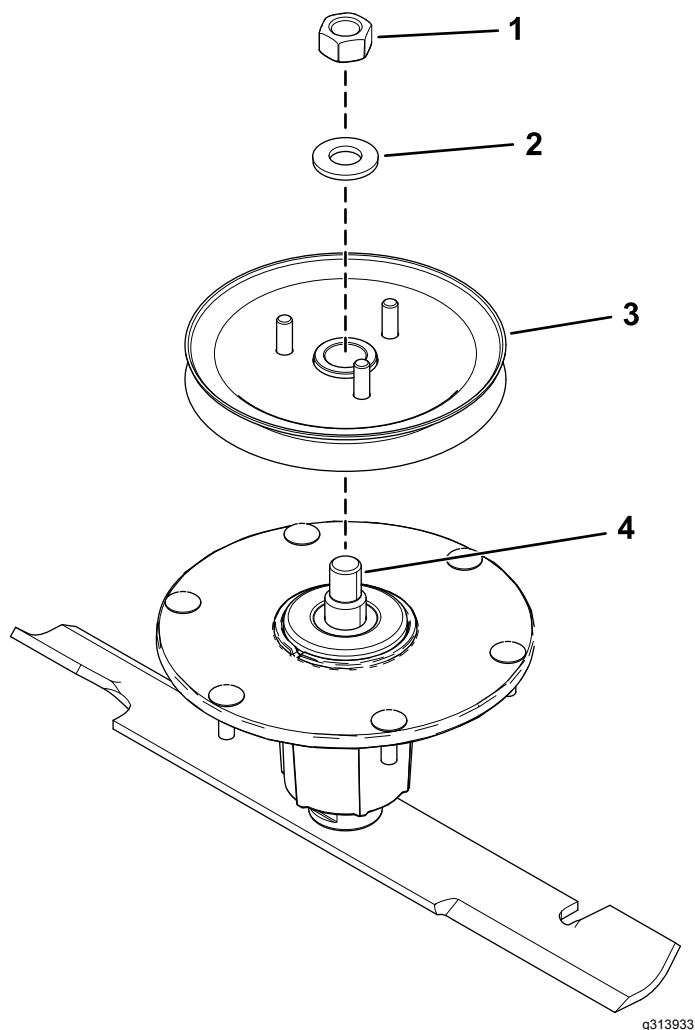

Figure 7
3. Fixez la roue à gorge sur l'axe avec la rondelle et l'écrou supérieur (Figure 7).